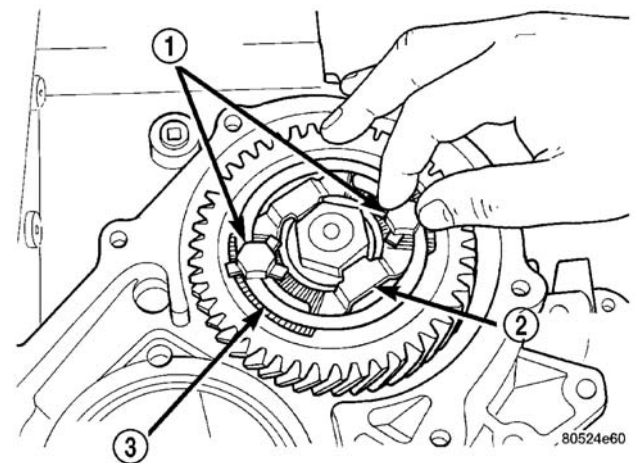

图 239 拆下固定带螺栓
- （2）拆下固定带和 U 形夹箍与齿轮的连接螺栓（图 239）。